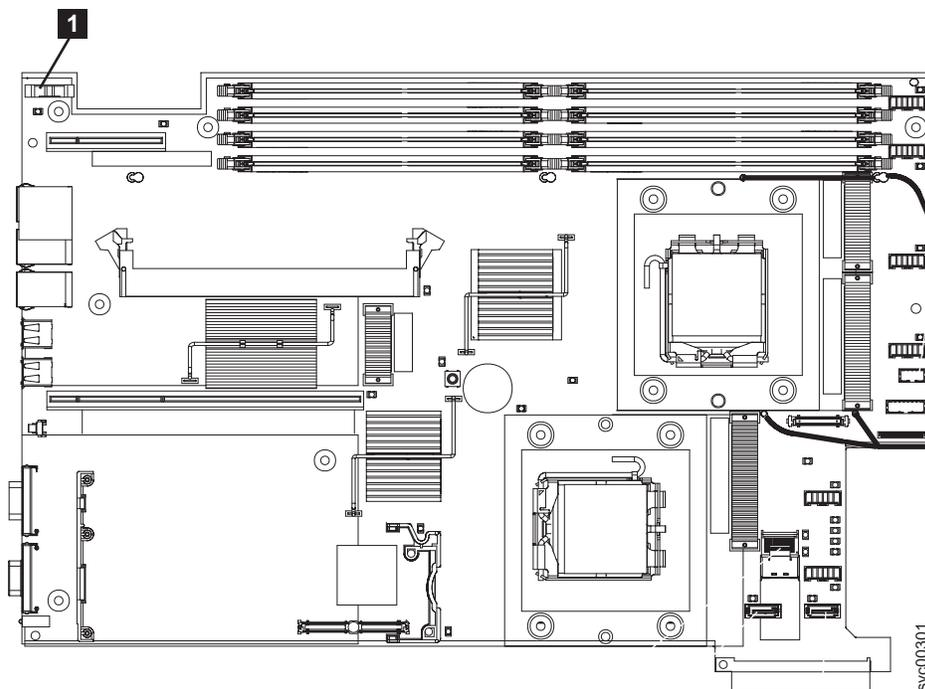

図 137. SAN ボリューム・コントローラー 2145-8G4 CMOS バッテリー・ホルダーの位置
4. バッテリー **1** をシステム・ボード上で見つけます。178 ページの図 137 には、このバッテリーのロケーションを記載してあります。